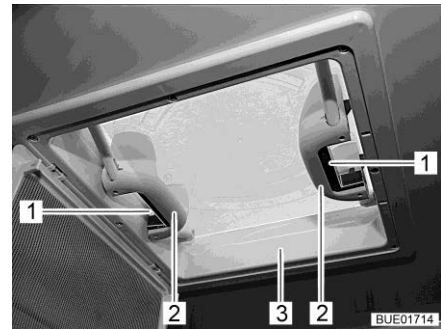

Bild 113 Handtag med snäpplås
- Tryck snäpplåset (Bild 113,1) mot takluckans insida (Bild 113,3). Tryck samtidigt takluckan uppåt med handtaget (Bild 113,2).
- Dra kraftigt ned takluckan (Bild 113,3) med de båda handtag (Bild 113,2) tills snäpplåsen (Bild 113,1) hakar i.